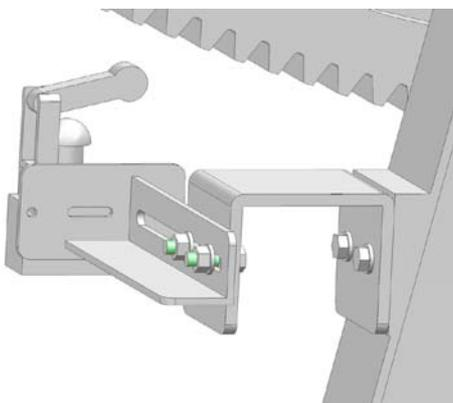

Fig.19 Montaggio e posizionamento switch su antenna
24. Fissare mediante due viti a testa esagonale M6 L 20 mm con relativi dadi esagonali M6 e rosette piane e grover M6 dalla parte libera dello spessore il supporto modificato, regolandolo in modo che switch e piastra di blocco siano sullo stesso piano (Fig.19).